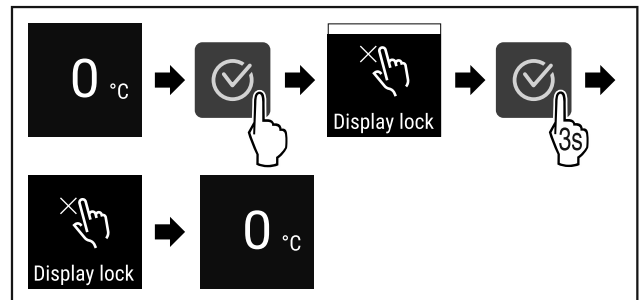

Fig. 78
- ▶ Suorita toimenpidevaiheet (katso Fig. 78).